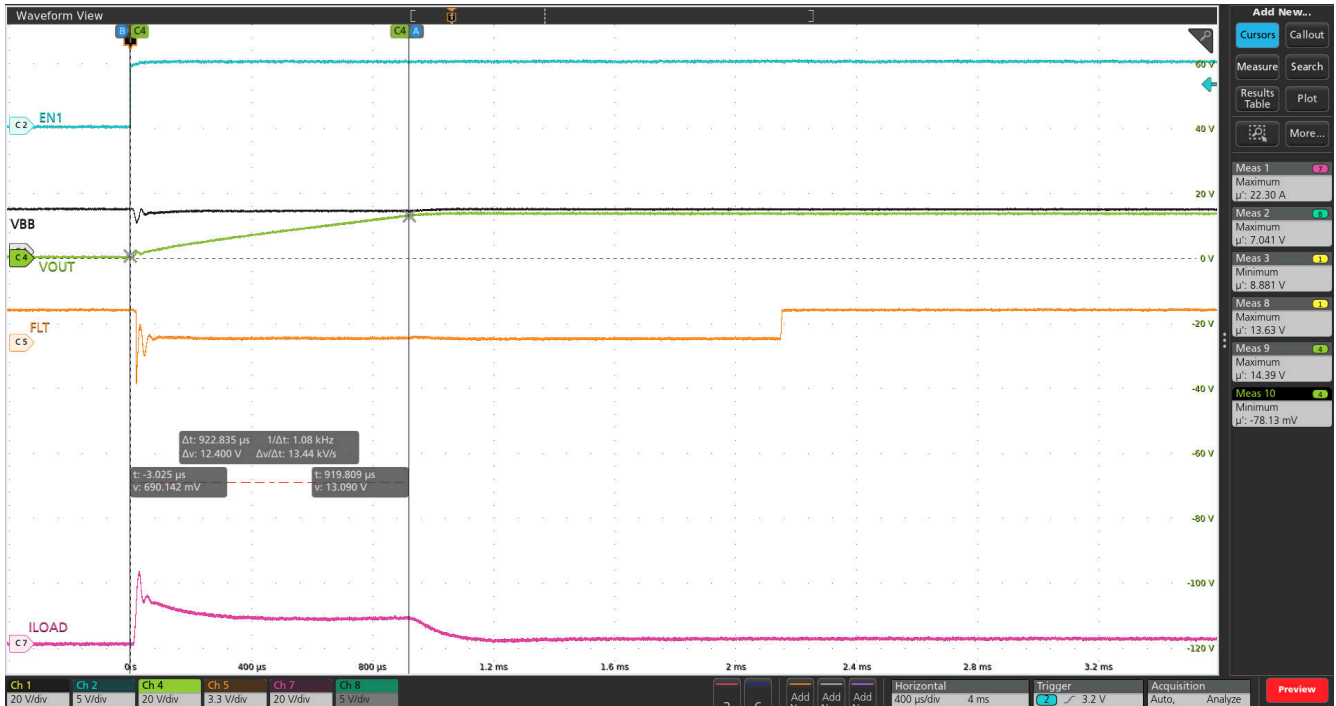

图 8-30. TPS1HC04-Q1 器件在 13.5V VBB、ILIM 引脚开路 and 125°C 环境温度下，进行 680uF 容性负载充电
- **扩展的容性负载范围：**热调节电流限制显著扩展了可安全充电且不触发热关断的容性负载范围，如图 8-30 所示。通过基于热条件动态调整电流，该器件可以处理比传统高侧开关大得多的电容。